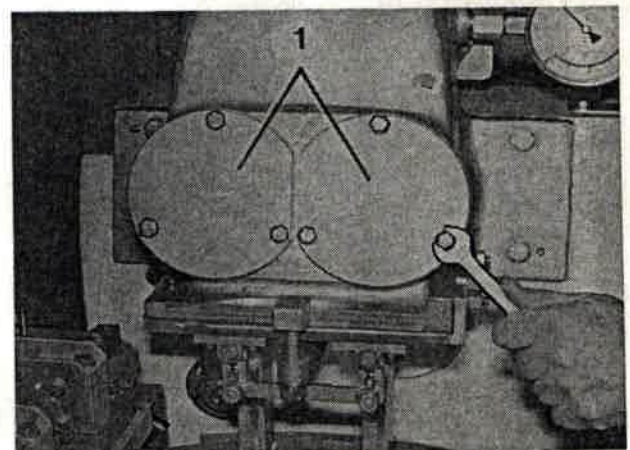

Bild 218
9. Befestigungsschrauben der Deckel (Bild 218/1) herausschrauben, Deckel und Kunststoffdeckel abnehmen.